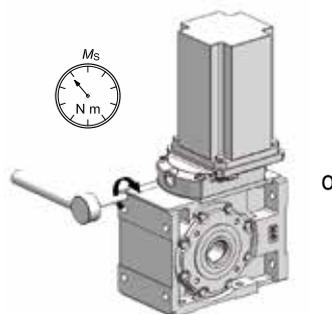

fig. 4
- completar com chave dinamométrica o aperto até alcançar o momento de aperto indicado na tabela (ver pág. 12). Durante esta operação é necessário não modificar posição axial do colar de retenção, ver fig. 4);